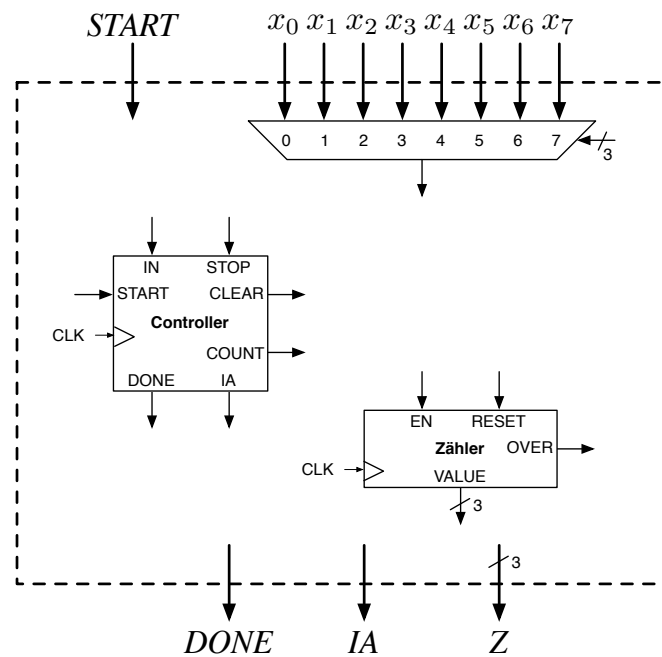

Abbildung 7: Blockschaltbild des Prioritäts-Enkoders
Abbildung 7 zeigt Teile der Realisierung eines solchen Prioritäts-Encoders, bestehend aus einem Controller mit den Eingängen START, IN, und STOP und den Ausgängen CLEAR, COUNT, DONE und IA, einem Zähler mit synchronem Rücksetzeingang RESET, Enable-Eingang EN, Zählwertausgang VALUE und Überlaufanzeige OVER, sowie einem 8-zu-1 Multiplexer.
- (b) Vervollständigen Sie den Automatengraphen des Controllers, indem Sie die Ausgangssignale in den Zuständen beschriften, so dass der Automat den Datenpfad aus Abbildung 7 korrekt steuert.